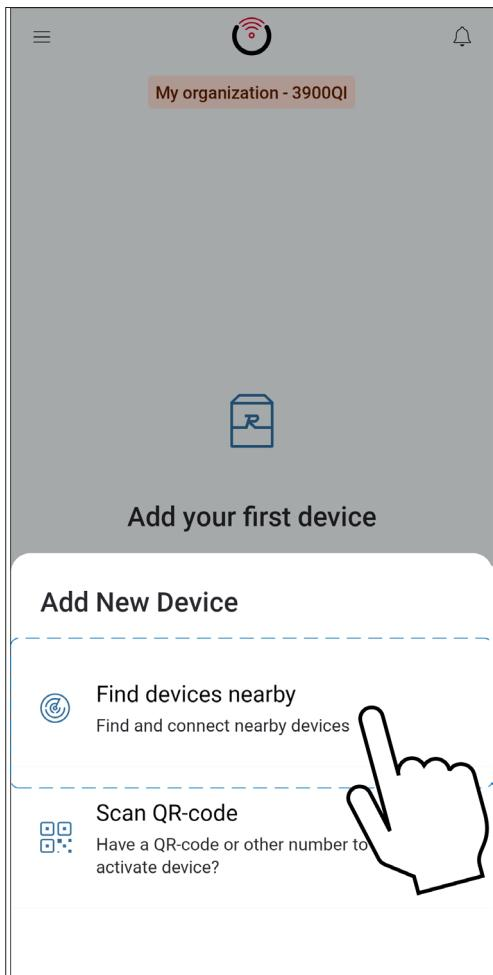

Figure 83. Ajouter un nouvel appareil
2. L'écran « Add New Device » (Ajouter un nouvel appareil) s'affichera. Assurez-vous que le chauffe-piscine Crosswind V est alimenté et qu'un signal Wi-Fi est disponible dans la zone, puis appuyez sur le bouton « Find devices nearby » (Rechercher les appareils à proximité). Voir **Figure 83**.